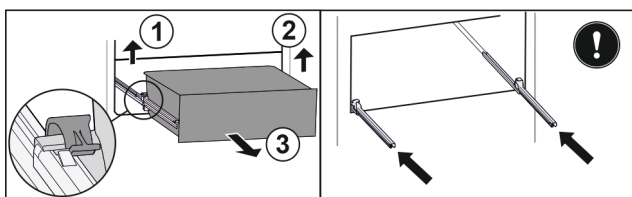

Fig. 100
- ▶ Приподнимите левый зажим и одновременно вытяните движением вперед выдвижной ящик слева. Fig. 100 (1)
- ▶ Приподнимите правый зажим и одновременно вытяните движением вперед выдвижной ящик справа. Fig. 100 (2)
- ▶ Извлеките выдвижной ящик движением вперед. Fig. 100 (3)